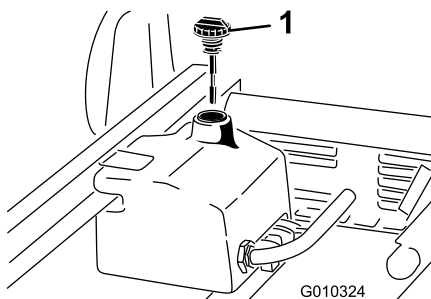

図 20
1. 油圧オイルタンクの注油口周辺をきれいに拭き、キャップを外す 図 20。
3. 補給口の首からディップスティック 図 20 を抜き、ウェスできれいに拭う。